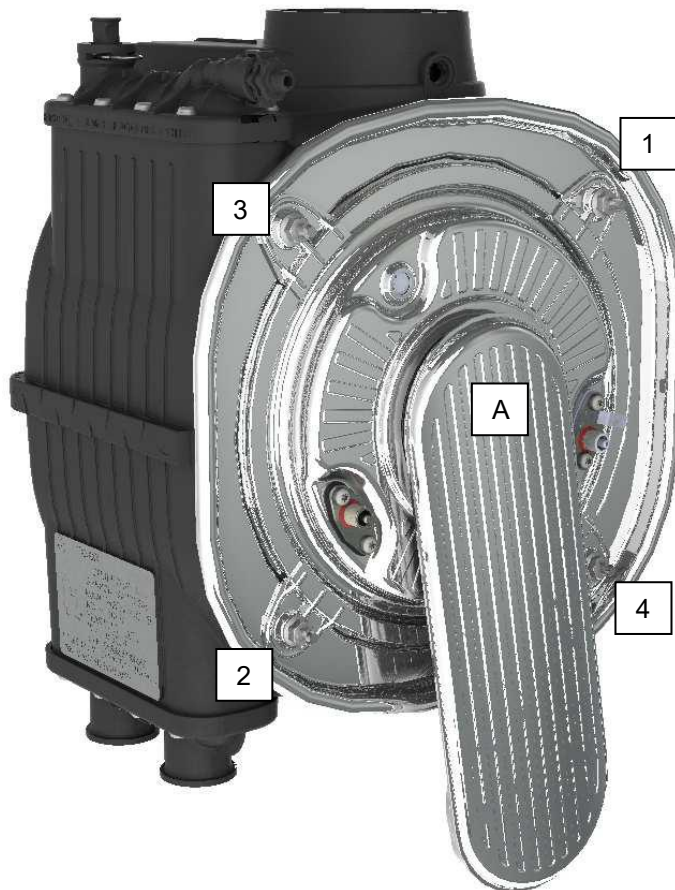

Figure 19.23
- Serrer les écrous dans l'ordre indiqué sur la figure 19.23.